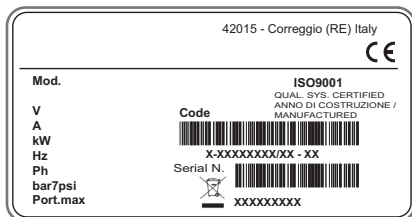

Fig. 1.14
- alla potenza elettrica assorbita dalla macchina, specificata nell'apposita targhetta dati macchina (Fig.1.14);
- montare dei fusibili di protezione della linea di alimentazione, dimensionati secondo le indicazioni riportate nell'apposita targhetta dati macchina (Fig.1.14);